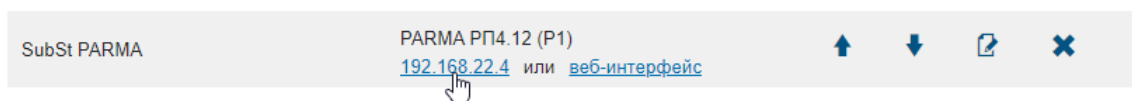

Рисунок 12 – Установка связи с регистратором через основной интерфейс
3.4.4.1 Для установки связи с регистратором из списка и открытия основного интерфейса утилиты *DoControl* в окне программы, нажать ЛКМ на ссылку с IP-адресом (рис. 12).